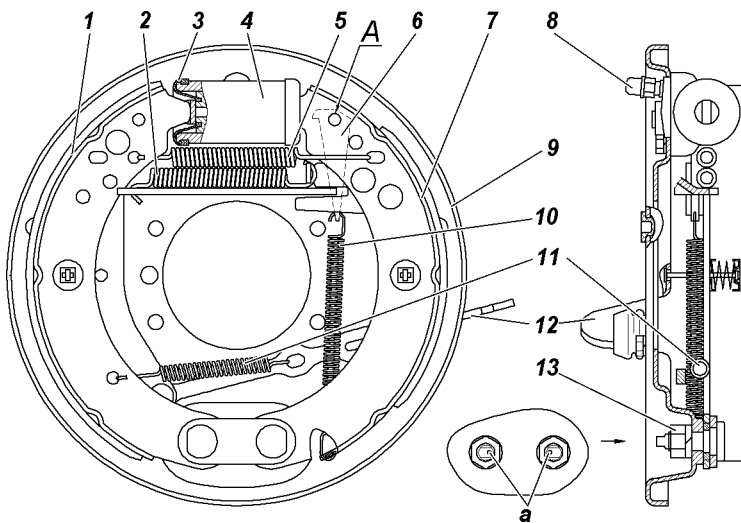
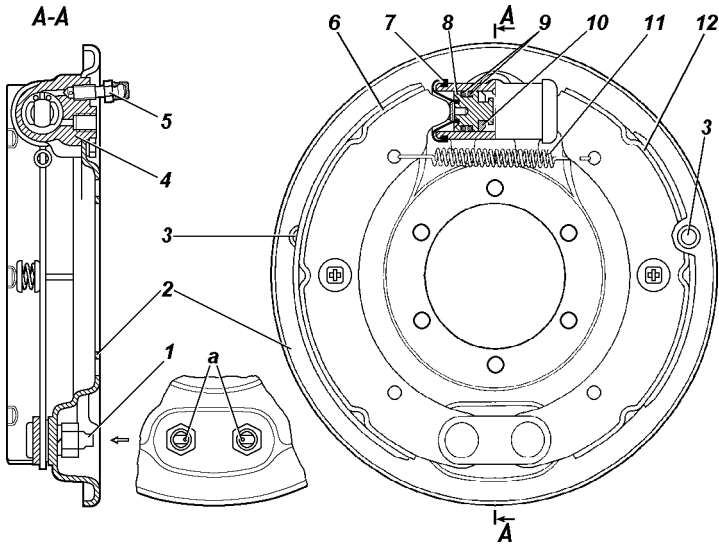

Рис. 9.32. Тормоз заднего колеса под колесный стояночный тормоз (Вариантное исп. 1):
Рис. 9.33. Тормоз заднего колеса (Вариантное исп. 2):
**Барабанные тормозные механизмы задних колес** (рис. 9.32, рис. 9.33 в зависимости от комплектации). Периодически снимайте тормозные барабаны и очищайте детали тормозов от пыли и грязи. Периодичность этой операции зависит от условий эксплуатации автомобиля. В летнее время и при езде по грязным дорогам чистка должна проводиться чаще, зимой - реже.
При замене изношенных колодок или накладок поршни вместе с упорными кольцами необходимо сдвинуть вглубь цилиндра для свободного надевания барабана на колодки. Для тормозов (Вариантное исп. 1) при замене колодок или накладок, кроме этого необходимо поднять вверх регулировочный клин 6 (рис. 9.32). Для удобства сборки предварительно зафиксировать клин на колодке, для чего совместить отверстие в верхней части клина с отверстием А (рис. 9.32) в ребре колодки и вставить в эти отверстия стержень диаметром 6...8 мм. По окончании сборки, стержень удалить. После сборки необходимо нажать 2-3 раза на педаль тормоза для установки поршней в рабочее положение.